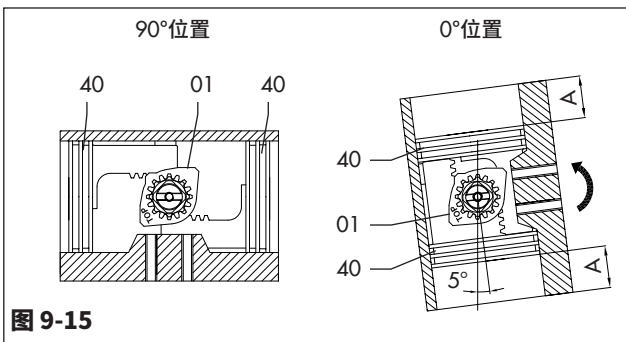

图 9-15
- 按照图9-15所示,在活塞完全关闭(0°位置)的情况下,参照器体的轴,旋转角度必须为:
- 按照图9-15所示,在活塞完全关闭(0°位置)的情况下,两侧的尺寸“A”必须相同
- 在执行机构处于关闭位置 (0°位置) 的情况下, 参照图9-15中的活塞位置, 将右侧止动螺钉 (02) 每次拧紧或拧开1圈, 直至达到所需止动位置。如果是弹簧复位执行机构, 可能需要气动供应。